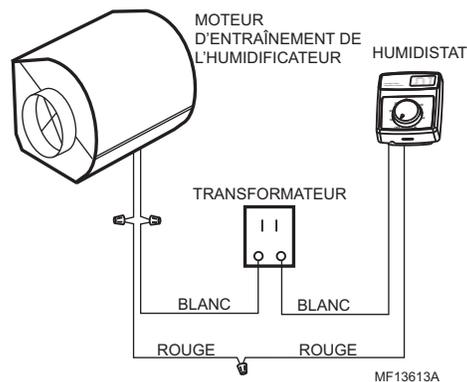

Fig. 51. Schéma de raccordement.
7. Consulter le schéma de raccordement à la figure 51.
- Le raccordement électrique est conforme au schéma (figure 51).